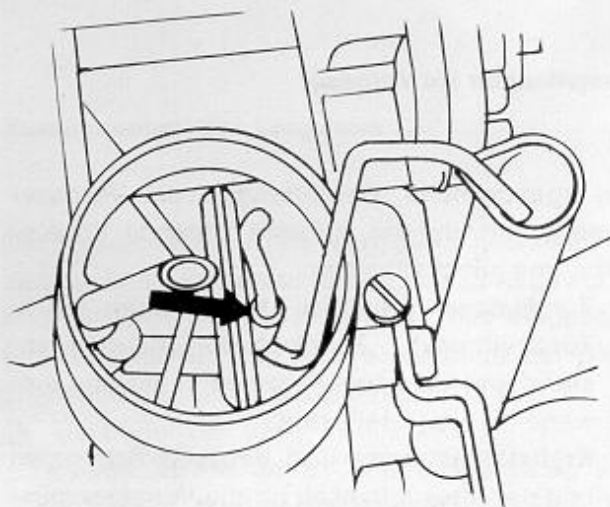

Bild 52
- Das kleine Gummiröhrchen auf das Metallröhrchen stecken und Gummiröhrchen von unten auf das Einspritzrohr der Beschleunigungspumpe stecken, wie es in Bild 52 gezeigt ist.